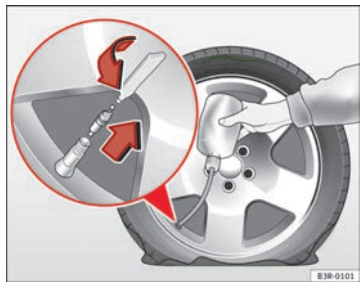

Abb. 184 Reparatur durchführen
- Die Reifenventilkappe abnehmen und den Ventileinsatz mit dem beiliegenden Werkzeug herauserschrauben ⇒ **Abb. 184**.